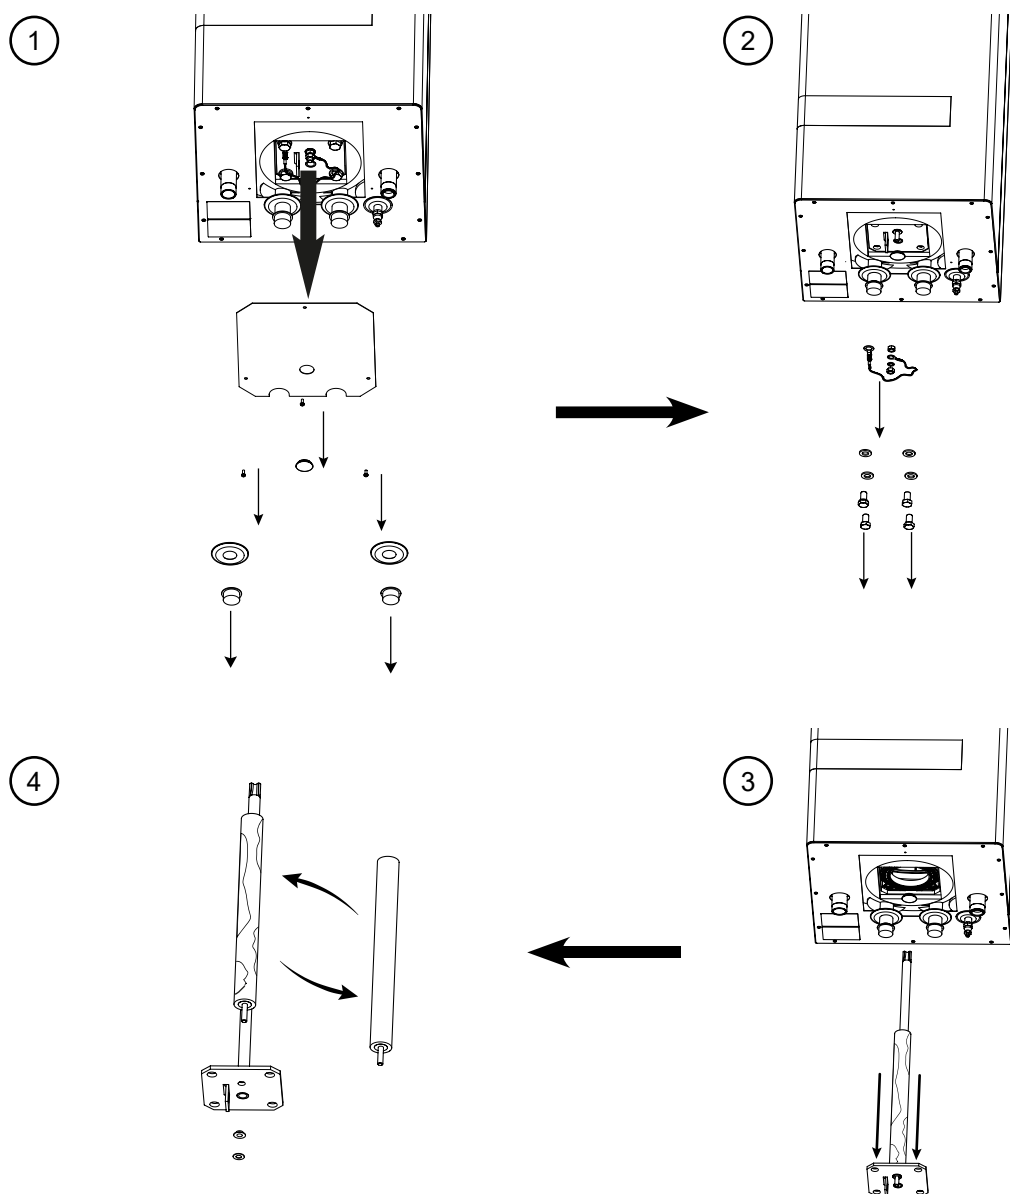

Fig.20 Udskiftning af magnesiumanode i QM 60.
3. Afmontere kabinetets dæksel (Fig. 20 position 1)
4. Løs de fastgørende bolte på beholderens bundflange (Fig. 20 position 2).
5. Fjern jordkablet fra anoden (Fig. 20 position 2).
6. Løs holdemøtrikken på anodens holder og fjern spændeskiven fra holderen (Fig. 20 position 2).
7. Fjern forsigtigt beholderens dækflange med den monterede anode og følerlomme (Fig. 20 position 3).
8. Afmontere anoden fra bundflangen (Fig. 20 position 4).
9. Udskift magnesiumanode med en ny (Fig. 20 position 4).